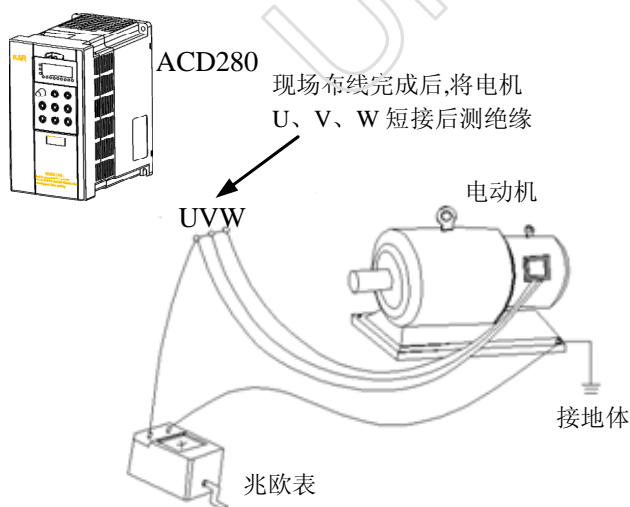

图 1-1 电机绝缘检查示意图
- (2) 如果需要以低速恒转矩长期运行，必须选用变频电机。若使用一般的异步交流电机低速运行时，应监控电机温度或采取强制散热措施，以防烧毁电机。
- (3) 减速箱及齿轮等需要润滑的机械装置在长期低速运行时，可能由于润滑效果变差造成损坏，请事先采取必要措施。
- (4) 若超过电机额定频率运行时，除了考虑电机的振动、噪音增大外，还必须确保电机轴承及机械装置的使用速度范围，请务必事先确认。
- (5) 对于提升设备和大惯性之类的负载，变频器常会因产生过流或过压故障而跳闸，为保证正常工作，应考虑选配适当的制动组件。
- (6) 应通过端子或其它正常的命令通道对变频器进行起停控制。严禁在变频器输入侧使用接触器等强电开关直接频繁起停操作，否则会造成设备损坏。
- (7) 如果需要在变频器输出和电机之间安装接触器等开关器件，请确保变频器在无输出时进行通断操作，否则可能会损坏变频器。
- (8) 变频器在一定的输出频率范围内，可能会遇到负载装置的机械共振点，可设置跳跃频率来避开。
- (9) 使用前，应确认电源电压在允许的工作电压范围之内，否则应做变压处理或订购特种变频器。
- (10) 在海拔高度超过 1000 米的条件下，变频器应降额使用，每增加 1500 米高度输出电流约降低额定电流的 10%。
- (11) 电机在首次使用或长时间放置后再使用之前，应做电机绝缘检查。请使用 500V 电压型兆欧表按图 1-1 所示进行检查，绝缘电阻不得小于 $5\text{ M}\Omega$ ，否则有损坏变频器的可能。